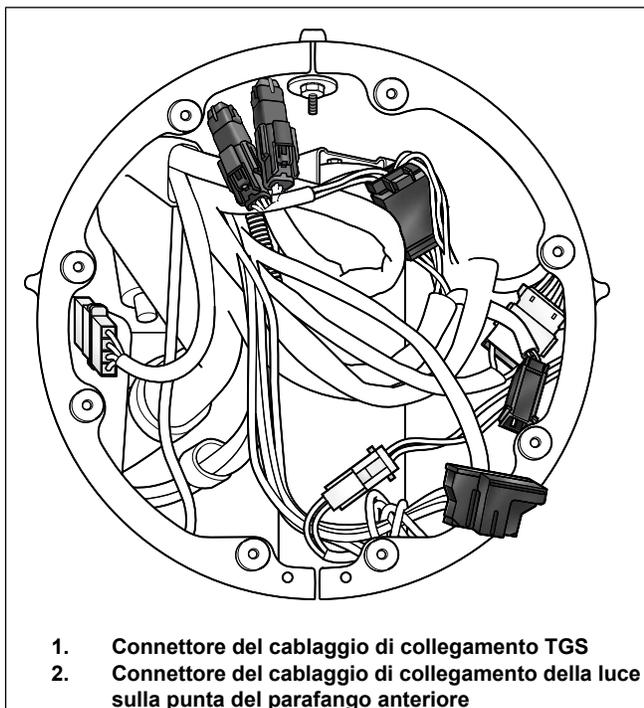

Figura 7. Cablaggio del faro anteriore modello Road King
- a. Vedere Figura 7 Individuare il cablaggio delle luci sulla punta del parafrangente.
- a. Vedere Figura 7 Individuare il cablaggio delle luci sulla punta del parafrangente (2).
5. Vedere Figura 7 Collegare metà del connettore TGS della manopola destra a metà del connettore del cablaggio (1).